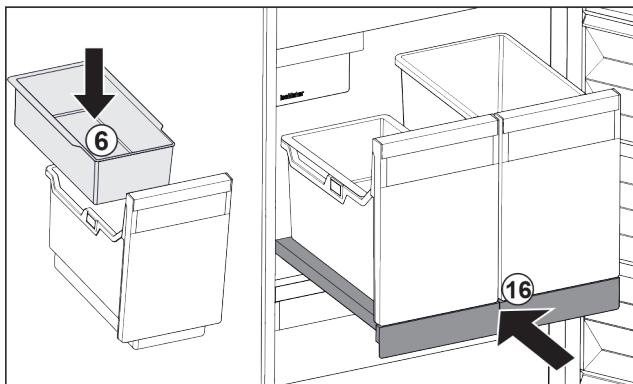

Fig. 36
- ▶ Vložte závesnú misku *Fig. 36 (6)* na kocky ľadu.
- ▶ Zasuňte vyťahovaciu poličku s nádobou (IceTower). *Fig. 36 (16)*